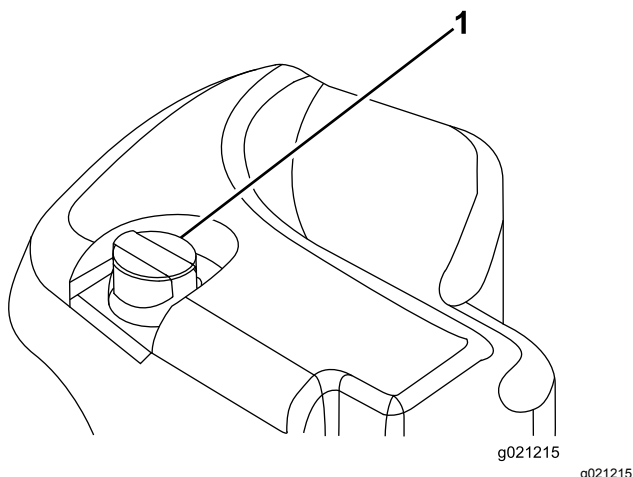

Figura 31
2. Pulite attorno al collo del bocchettone e del tappo del serbatoio idraulico (Figura 31). Togliete il tappo dal collo del bocchettone.